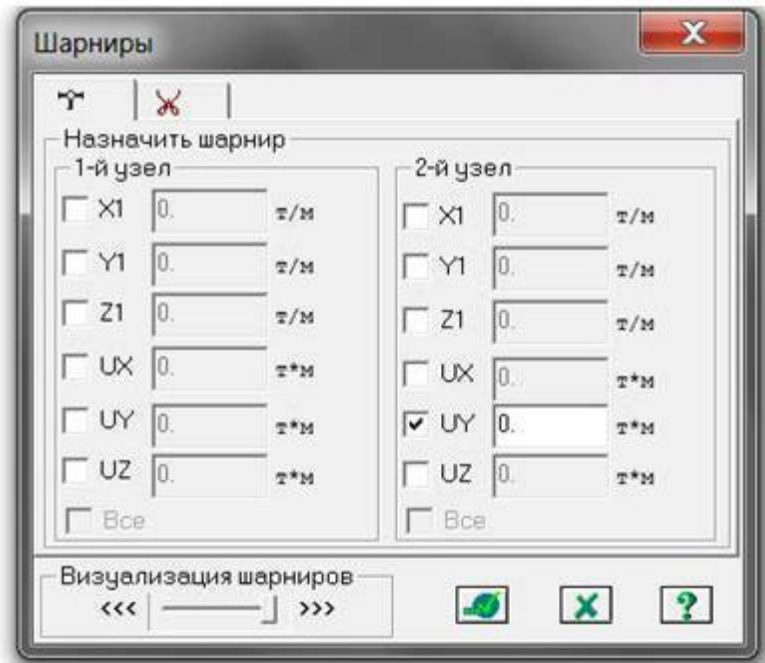

Рис. 2.21. Диалоговое окно Шарниры
- С помощью пункта меню Схема  Связи (кнопка  на панели инструментов) вызовите диалоговое окно Связи в узлах (рис.2.21).